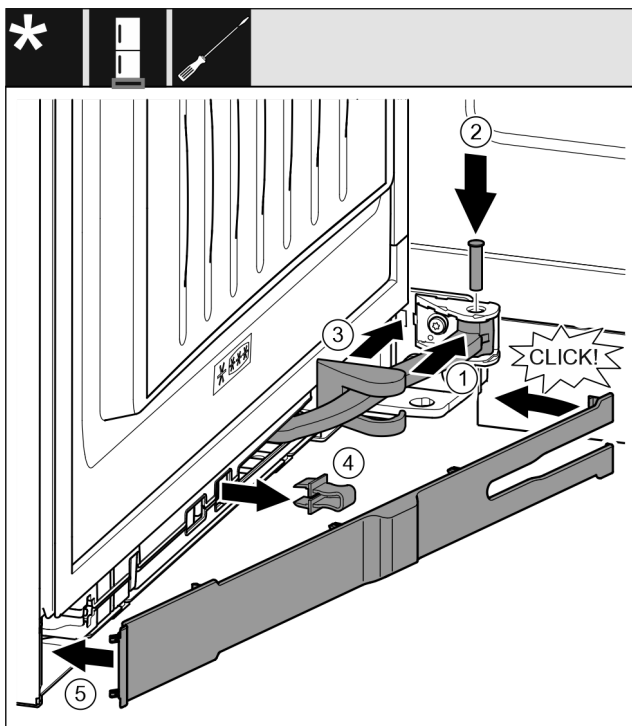

Fig. 32
- ▶ Okrenite zglob Fig. 32 (1) u ovjesu.
- ▶ Odvijačem umetnite svornjak Fig. 32 (2) u ovjes i zglob. Pritom se pobrinite za to da uskočna izbočina ispravno leži u utoru.
- ▶ Pomaknite pokrov podloška ležaja Fig. 32 (3) uzduž zgloba i montirajte ga iznad ovjesa.
- ▶ Skinite osigurač Fig. 32 (4).
- ▶ Postavite masku Fig. 32 (5) na stranu ručke i zakrenite je prema unutra.